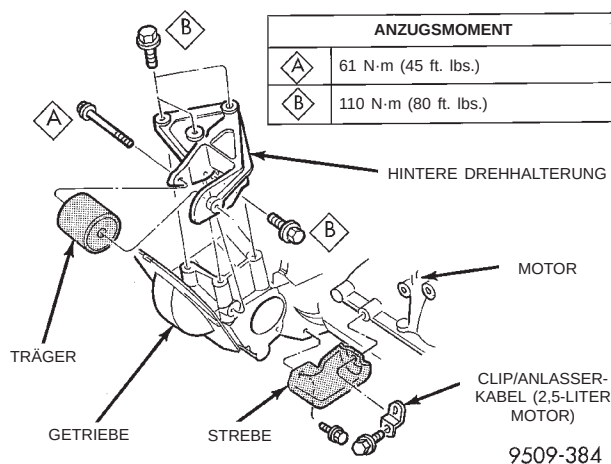

Abb. 26 Motoraufhängung—Hinten 2.4-Liter and 2.5-Liter
- (1) Durchsteckschraube in vordere Aufhängung eindrehen. Noch nicht festziehen.
- (2) Untere Kühlerhalterung montieren.
- (3) Schrauben, mit denen der Motorträger an der unteren Kühlerhalterung befestigt ist, eindrehen
- (4) Obere Schraube in hintere Motorstütze eindrehen.
- (5) Durchsteckschraube in hintere Aufhängung einsetzen. Siehe (Abb. 26) Mit einem Anzugsmoment von 61 N·m (45 ft. lbs.) festziehen.